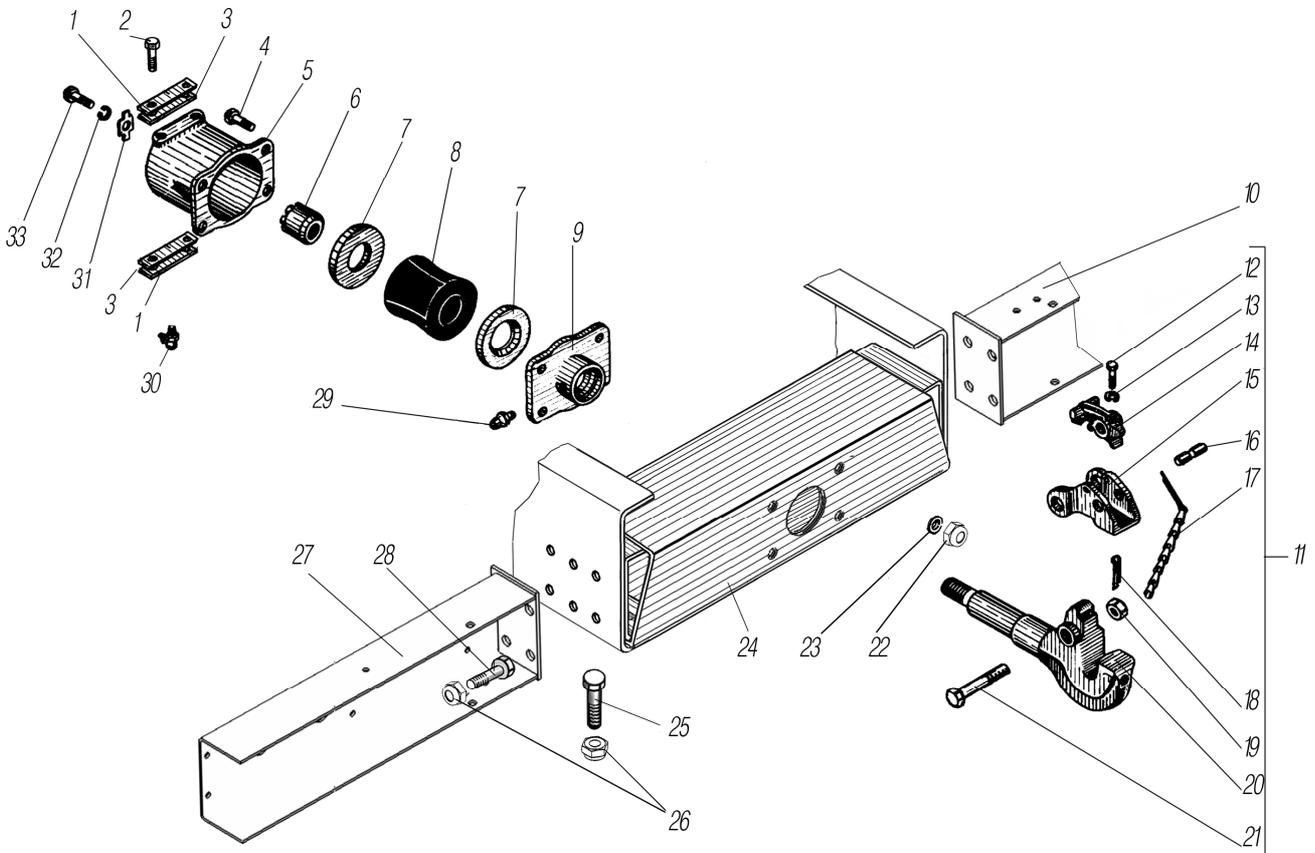

Рисунок 3.1
*¹ Допускается замена на установку буксирного прибора см. рисунок 3.1
Can be changed for towing device installation see figure 3.1